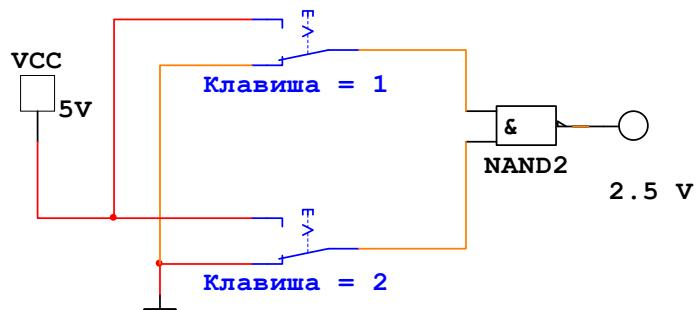

Рис.10.3
10.2.3. Для проверки таблицы истинности ЛЭ соберите схему, приведенную на рис. 10.3. Логические элементы берутся из библиотеки Misc Digital\TIL.